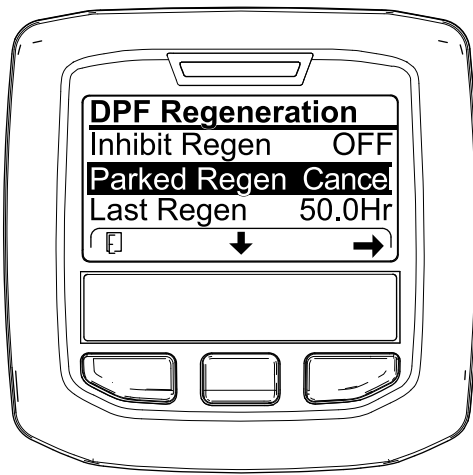
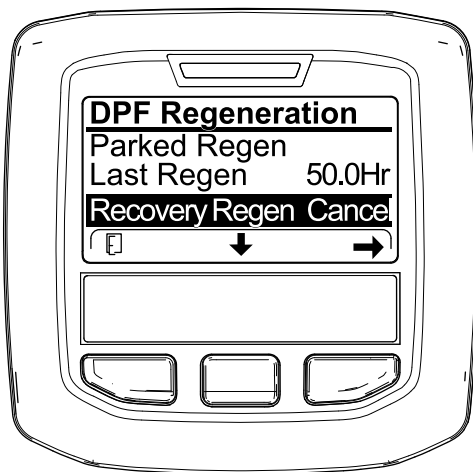

Figura 88
Figura 89
- Acceda al menú DPF Regeneration (Regeneración de DPF) (Figura 88).
2. Pulse el botón central para desplazarse hacia abajo, hasta la opción PARKED REGEN CANCEL (Cancelación de regeneración con máquina aparcada) (Figura 88) o la opción RECOVERY REGEN CANCEL (Cancelación de regeneración de recuperación) (Figura 89).
3. Pulse el botón derecho para seleccionar la opción Regen Cancel (Cancelación de regeneración) (Figura 88 o Figura 89).